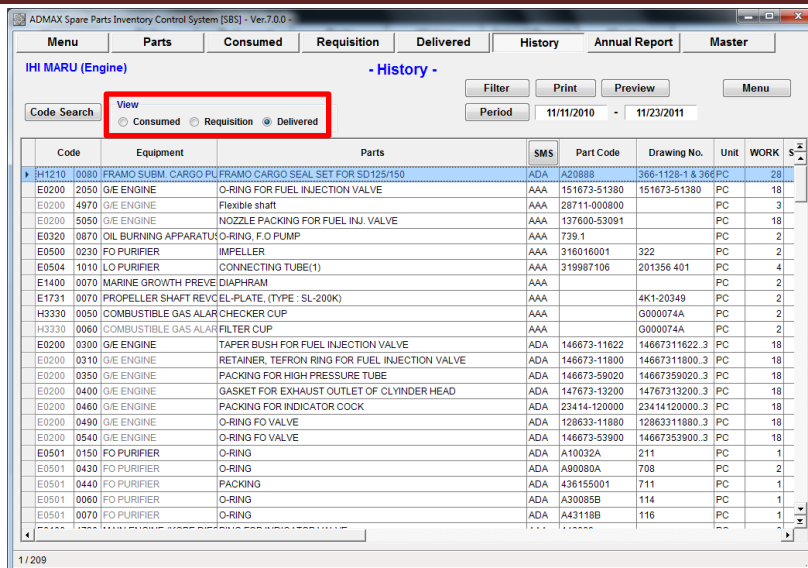

図 9.6 History (Delivered Parts)
15. "History (Delivered Parts)画面"が表示されます。(図.9-6)